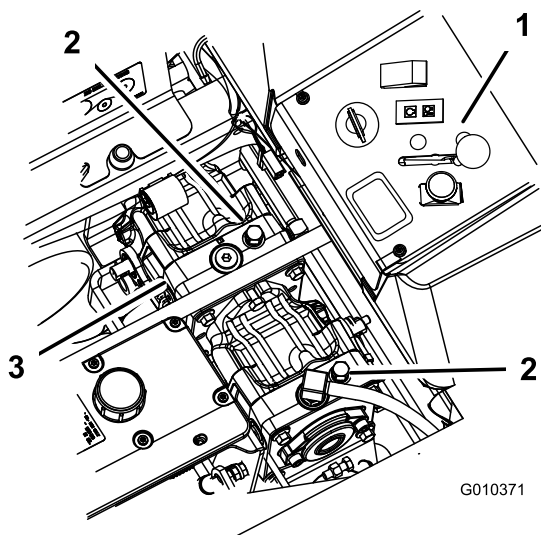

Figure 42
3. Tournez les vannes de dérivation d'un tour dans le sens antihoraire pour pousser la machine (Figure 42).
Tournez les vannes de dérivation d'un tour dans le sens horaire pour conduire la machine (Figure 42).